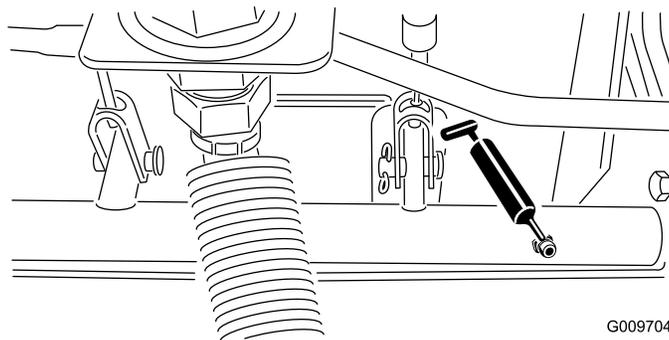

Figura 43
- Rolamentos da articulação do veio do travão (5), como se mostra na Figura 43